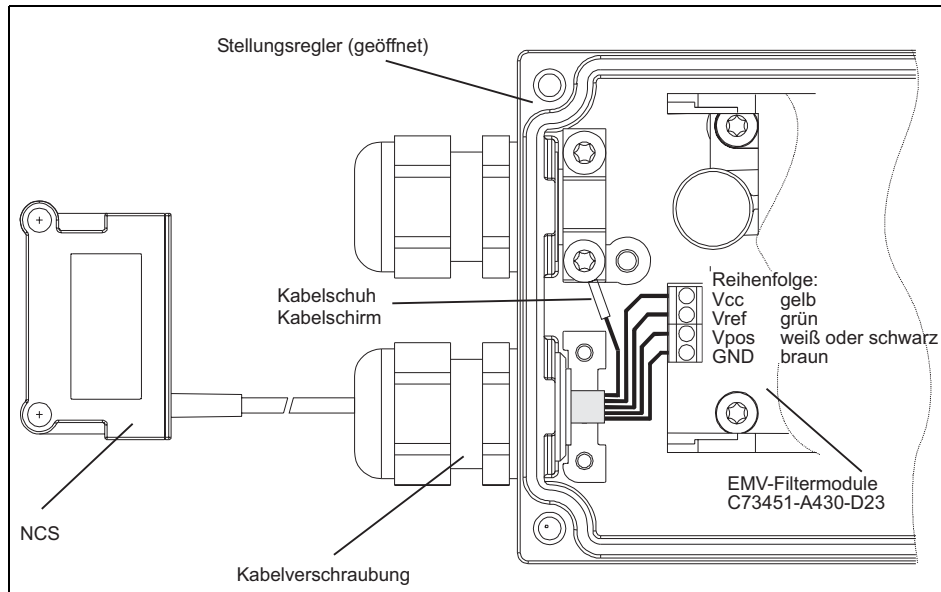

Bild 8 Anschluss des NCS an die EMV-Filtermodule
4. Klemmen Sie die farbigen Adern des Kabels in folgender Reihenfolge (siehe Bild 8, Seite 25) in die Klemme der EMV-Filtermodule: